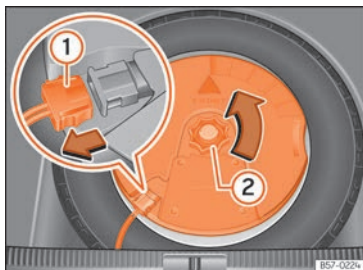

Fig. 197 Dans le coffre à bagages : démonter le subwoofer.
- Déconnectez le câble du haut-parleur subwoofer » fig. 197 ①.
- Dévissez la molette de fixation en la tournant dans le sens inverse des aiguilles d'une montre » fig. 197 ②.